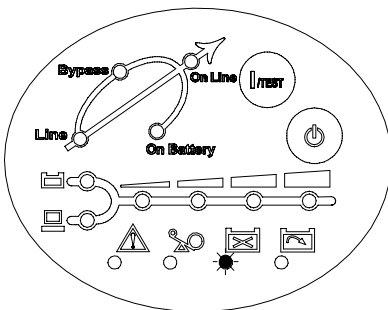

图 4-6 电池更换
- **电池更换**：这项 LED 功能警告用户应该更换电池了。当 UPS 内部的微处理器侦测到电池故障，UPS 将发出 3 声“哔哔”告警，每声“哔”间隔 0.5 秒，持续 0.5 秒。在初次的 3 声“哔哔”后，将每隔 1 小时继续发出告警。见图 4-6。